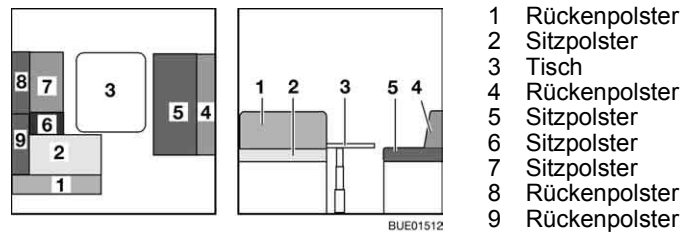

Bild 149 Vor dem Umbau
- Tisch (Bild 149,3) zum Bettunterbau umbauen (siehe Abschnitt 6.11).
- Die Rückenpolster (Bild 149,1 und 8) abnehmen und beiseite legen.